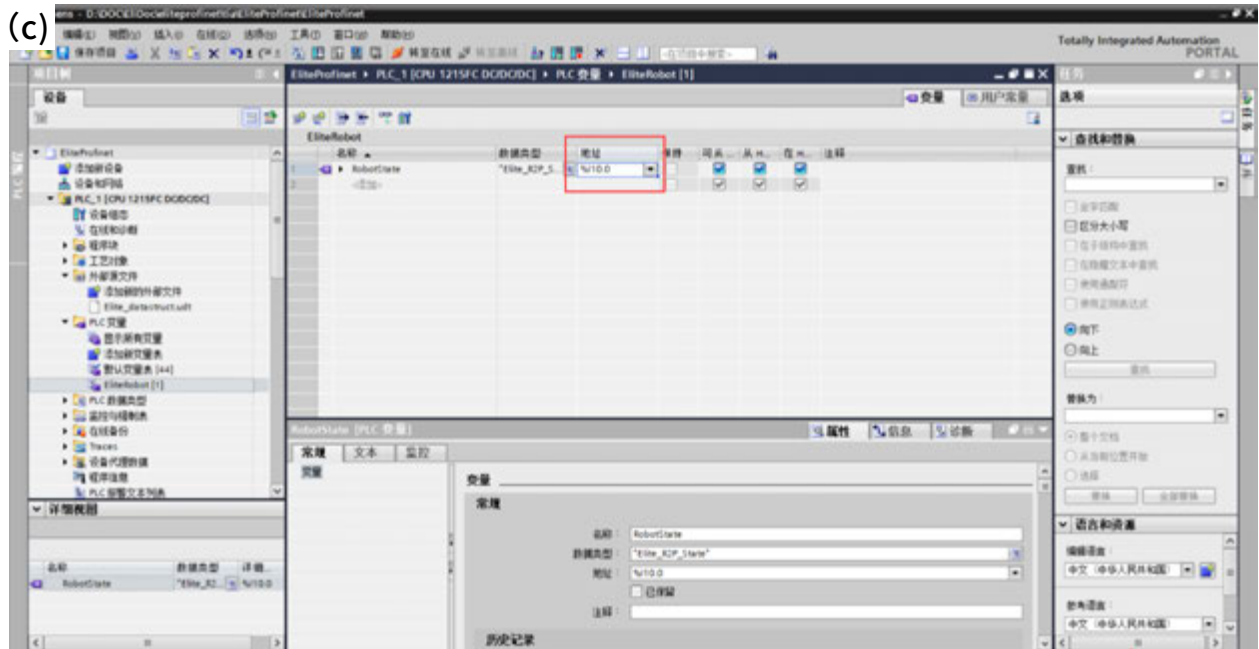

図 15-8 変数追加
1) 左側項目ツリーから PLC 変数を選定する、「新規変数表追加」としてもよいし、直接に「デフォルト変数表」を選定してもよい。そのつぎに、対応する変数表に変数を追加する：名称を記入する、データタイプを選定する、図 15-8 (a) に示す、ロボットの状態を取得するなら、「Elite_R2P_State」タイプを選定する。
2) 左側項目ツリーに「設備とネットワーク」をダブルクリックする、さらに「elite-dev」をダブルクリックして、スロット 1 の「R2P_State_1」を選定する、さらに「I/O 変数」を選定する、一番目の変数アドレスを図 15-8 (b) に示すように記録する、「%I10.0」であること。
3) 変数表に戻る、先に記録したばかりのアドレスを変数アドレスに図 15-8 (c) に示すように記入する。このように推定すれば、10 スロットの変数を追加することができる。